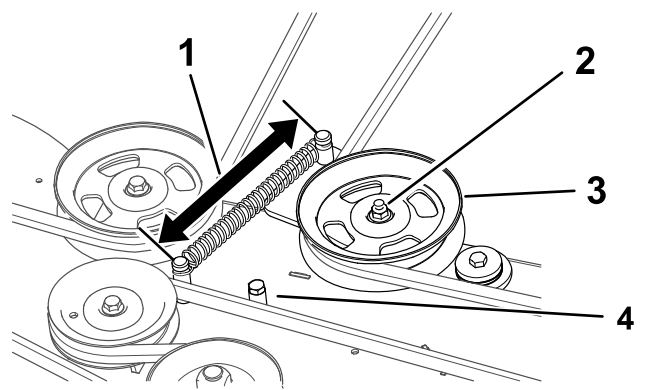

Figura 55
Si la longitud del muelle es inferior a 15.2 cm (6") o si el brazo de la polea tensora entra en contacto con el tope de la polea tensora indicado en la Figura 55, ajuste el brazo de la polea tensora.
4. Afloje la tuerca de la polea tensora (Figura 55).
6. Apriete la tuerca (Figura 55).